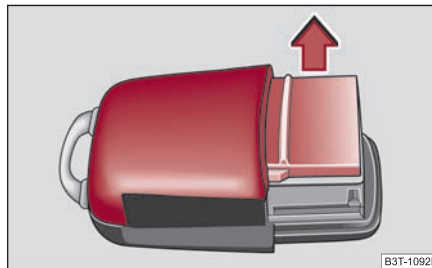

Fig. 38 Tapa de la carcasa del emisor
- Retire la tapa de la carcasa de la emisora $\Rightarrow$ página 44, fig. 38 en la dirección de la flecha.